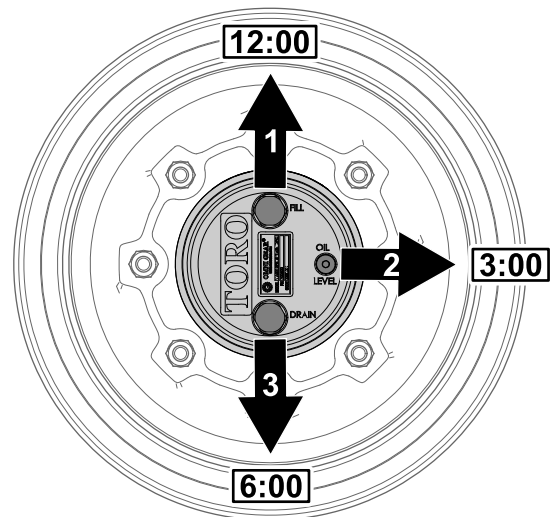

Figure 103
1. Garez la machine sur une surface plane et horizontale, tournez la roue de sorte que le bouchon de remplissage soit à la position 12 heures, le bouchon de contrôle soit à la position 3 heures et le bouchon de vidange soit à la position 6 heures (Figure 103).
- Garez la machine sur une surface plane et horizontale, tournez la roue de sorte que le bouchon de remplissage soit à la position 12 heures, le bouchon de contrôle soit à la position 3 heures et le bouchon de vidange soit à la position 6 heures ; voir Figure 103 sous Contrôle du niveau de lubrifiant du train planétaire (page 68).